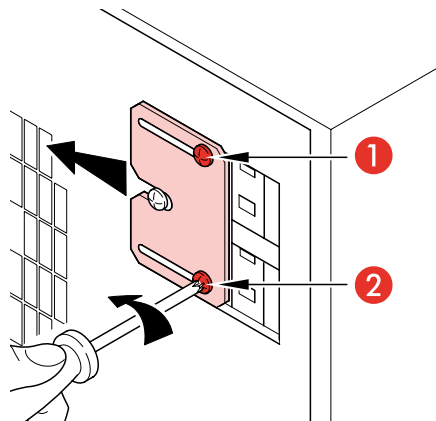

Abb. 5.
1. Die Schrauben **1** und **2** (siehe Abb. 5) lockern (nicht vollständig ausschrauben).